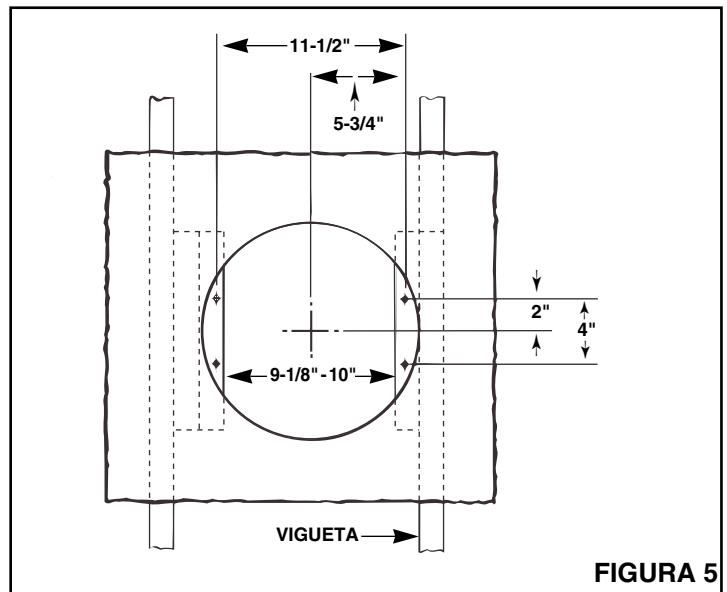

FIGURA 5
1. Pase el cableado de la casa de 120v CA desde un interruptor de pared a la ubicación del ventilador, neutro (blanco), puesto a tierra (cobre desnudo) y tres conductores conmutados con corriente. Vea la Figura 5.
7. Refiérase a la **Figura 5**. Instale tablillas de 2 x 4 a ambas viguetas del techo. En algunos casos puede ser necesario utilizar más de una sola tablilla en un lado. La distancia entre las tablillas debe ser al menos de 9 $\frac{1}{8}$ " pero no más de 10".